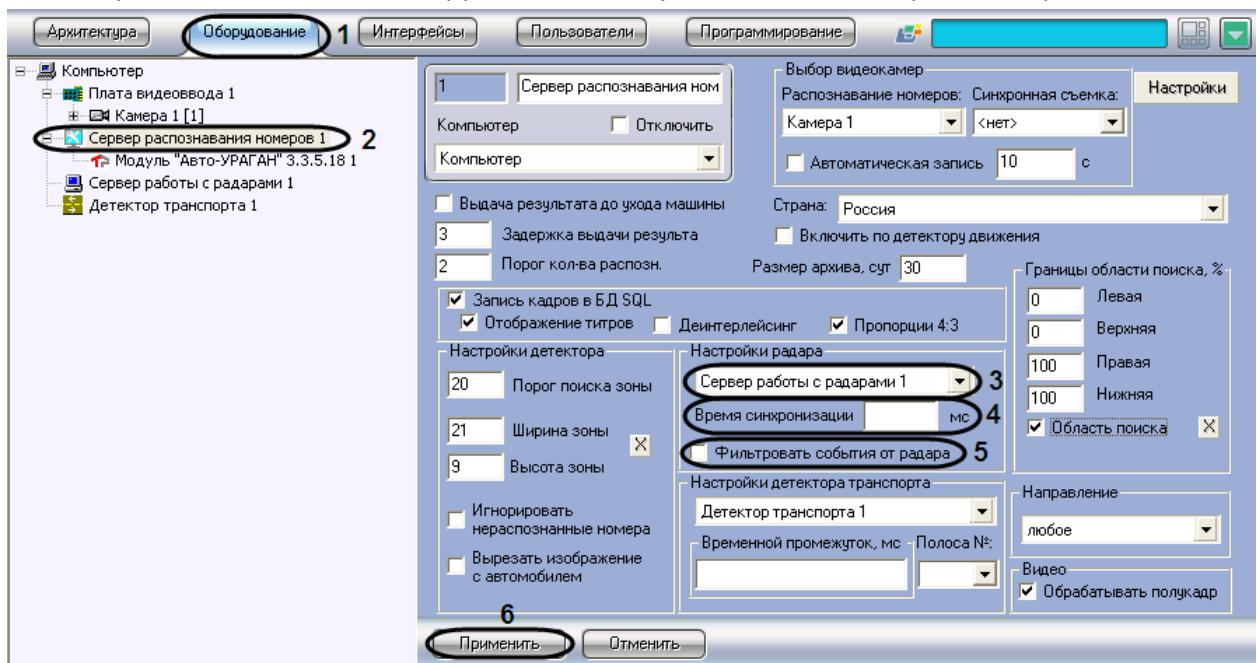

Рис. 7.2—20. Настройка совместной работы Сервера распознавания номеров и программного модуля «Радар»
- В дереве объектов на вкладке «Оборудование» выбрать объект «Сервер распознавания номеров», соответствующий активированному программному модулю «Авто-УРАГАН 3.5.0.29», «CARMEN-паркинг», «CARMEN-Авто» или «VIT» (см. раздел «Активация программного модуля, используемого для распознавания номеров», Рис. 7.2—20, 2). В правой части вкладки «Оборудование» отобразится панель настройки выбранного объекта
- Выбрать объект «Сервер работы с радарами» из списка доступных объектов в системе (см. Рис. 7.2—20, 3). В данном списке требуется выбрать объект «Радар», который соответствует устройству «Радар», направленному на ту же полосу дорожного движения, что и видеокамера, работающая совместно с Сервером распознавания номеров
устройством «Радар», до участка дороги, куда направлена видеокамера, работающая совместно с Сервером распознавания номеров (см. Рис. 7.2—20, 4). Параметр «Время синхронизации» выражается в миллисекундах.